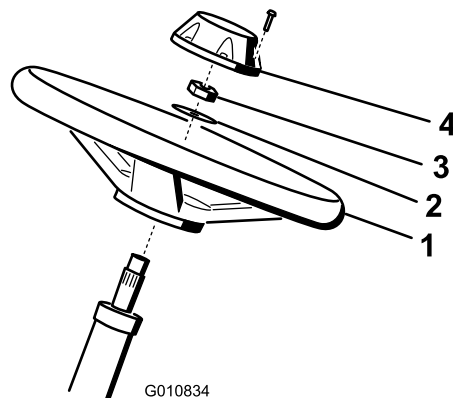

Figure 4
1. Glissez le volant sur l'arbre de direction (Figure 4).
2. Glissez la rondelle sur l'arbre de direction (Figure 4).
3. Fixez le volant sur l'arbre avec un écrou de blocage serré à un couple de 27 à 35 Nm (Figure 4).
4. Fixez le couvercle -moyeu au volant avec une vis (Figure 4).